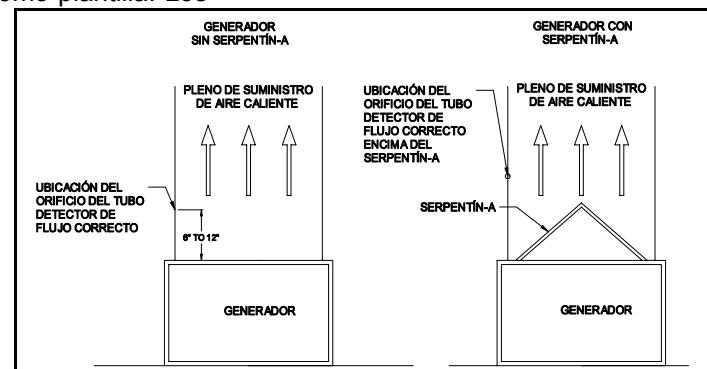

Figura 3
b. Si el generador TIENE un serpentín "A" de aire acondicionado en la salida de aire caliente del generador, perfore un orificio de $\frac{1}{4}$ " en el pleno de suministro de aire caliente lo suficientemente alto por encima del serpentín "A" para que no entre en contacto con el serpentín "A" cuando esté instalado. Tenga cuidado cuando perfore el orificio para no dañar el serpentín "A". (Ver Figura 3)